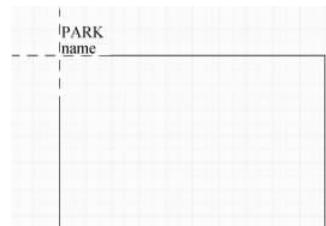

图 1-20 带虚线轮廓矩形的鼠标指针
①从上向下设计时,各子原理图虽然由方块电路产生,但是主原理图必须由设计者创建。在此创建一个名为“烙铁温度数码控制器原理图(层次).SchDoc”原理图文件,作为层次性原理图的主原理图。
②绘制方块电路符号。主原理图创建后,在主原理图的工作区,放置代表各个子原理图的方块电路。
a. 单击配线工具栏上的“放置图纸符号”按钮,鼠标指针变为十字形状,并带出一个虚线轮廓的矩形,如图 1-20 所示。